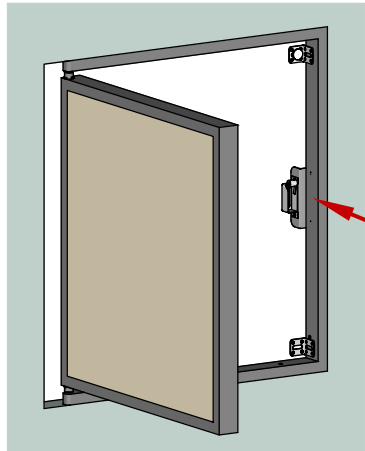

Рис. 9
1. Зафиксируйте замок (3) на платформу (2) с помощью винтов (5), затем зафиксируйте платформу с замком на раму люка с помощью винтов (6). Отодвиньте замок на платформе вглубь так, чтобы он не касался створки во время укладки плитки (Рис.9).